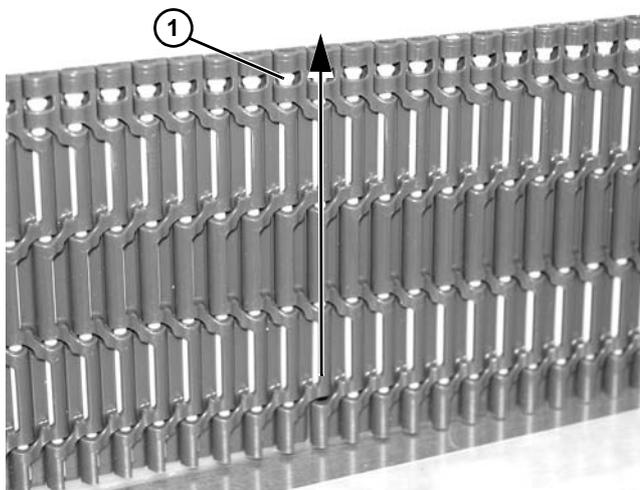

Abbildung 33
1. Ein Glied auf einer der Seiten des Förderbands wählen, um den Bandstift zu entfernen. Stabende ohne Haltefunktion finden (**Abbildung 33, Teil 1**).